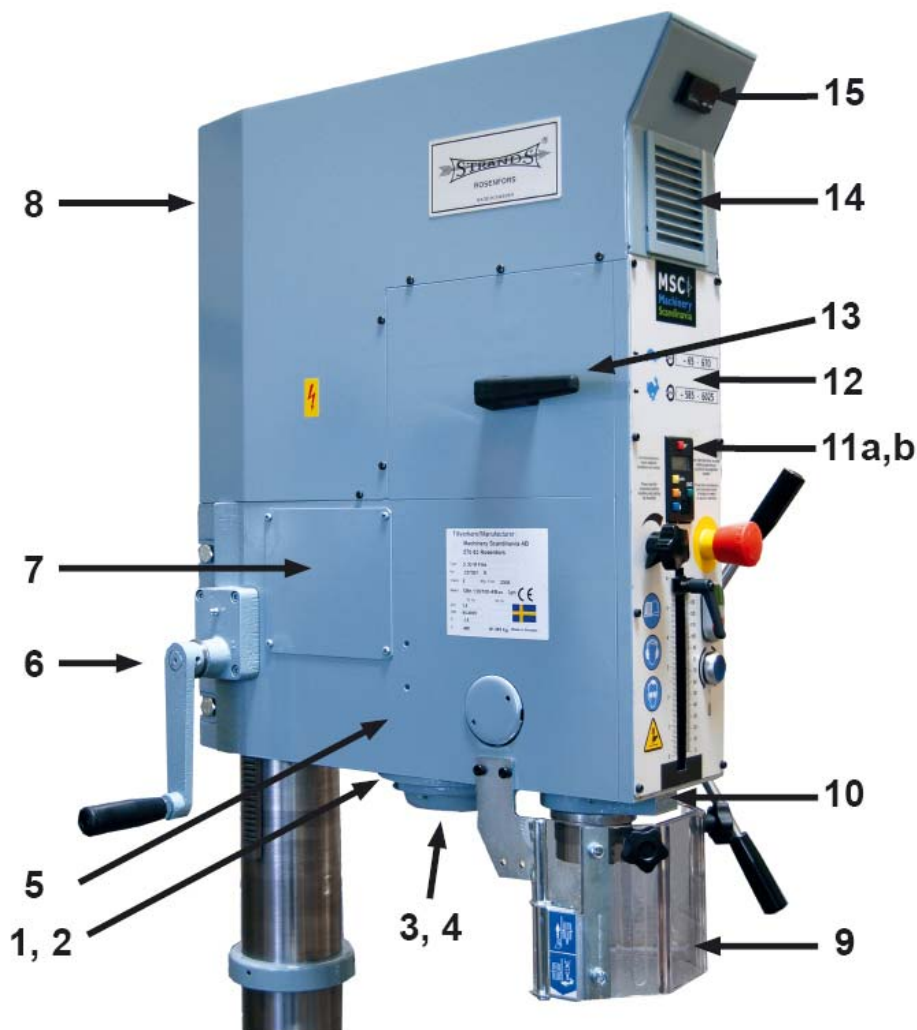

Abb. 5: Federgehäuse demontieren
- Führen Sie eine Zange in die beiden Löcher des Federgehäuses. Lösen Sie gleichzeitig die Verriegelungsschraube an der Unterseite des Spindelgehäuses (Abb. 5).